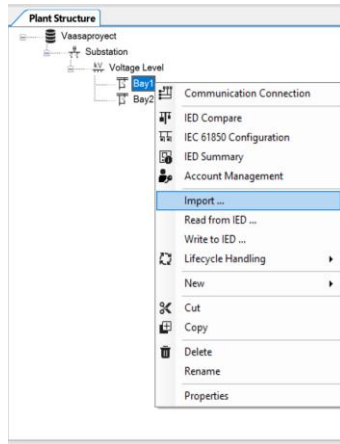
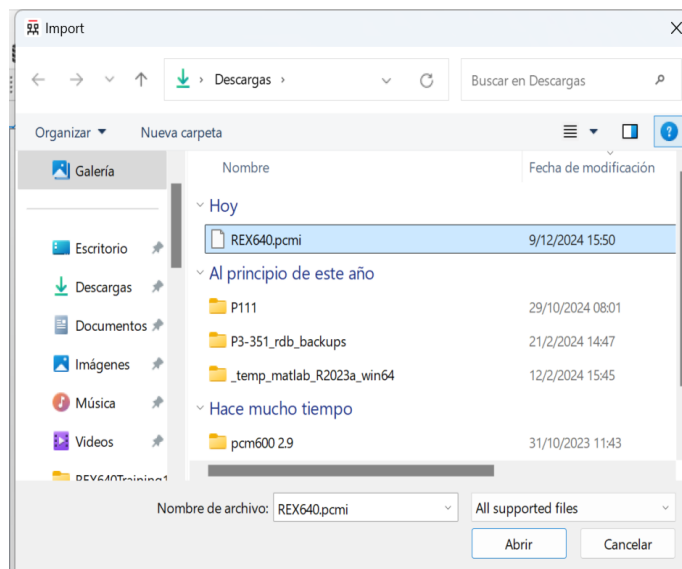

Imagen 327_Importación de información de relevadores.
Imagen 328_Archivo de información del relevador REX640.
- 5.1.7 Vamos a importar un archivo que contiene modelo de datos bajo la norma IEC61850 del relevador dando clic derecho y seleccionando *“Import”* seleccionaremos nuestro archivo con terminación tipo .pcmi como nos muestra la **Imagen 327** e **Imagen 328**.